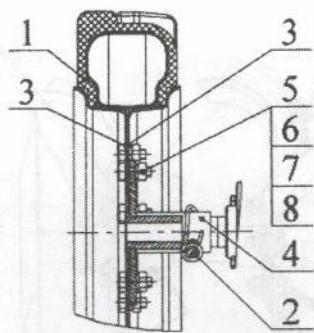

Рис. 5
- Установите мотоблок на устойчивые подставки и вынув стопор 2 (см. Рис. 5), снимите колеса с выходного вала редуктора.